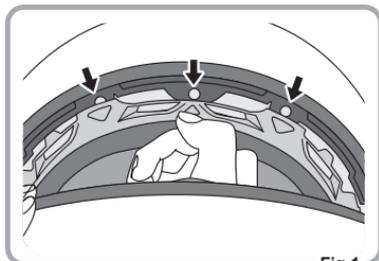

Fig.1
1. Desaperte as molas na zona da testa puxando-as para baixo. (Fig.1)